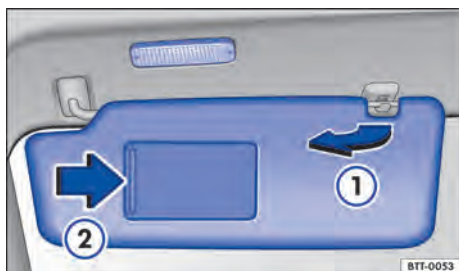

Fig. 73 Para-sol.
- Retirar do suporte e girar na direção das portas → Fig. 73 ①.
No para-sol rebatido para baixo há um espelho de cortesia atrás de uma cobertura. Ao abrir a cobertura → Fig. 73 ② uma lanterna se acende.